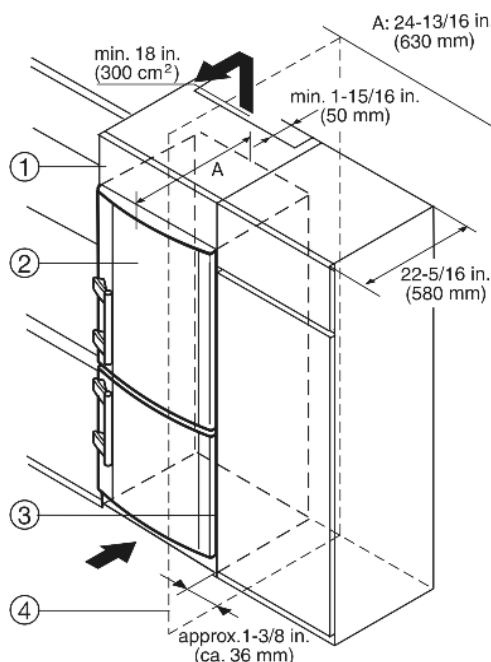

Fig. 20
(1) Armario superior
(2) Aparato
(3) Armario de cocina
(4) Pared
El aparato se puede rodear de muebles de cocina. Para adaptar el aparato Fig. 20 (2) a la altura del mueble de la cocina se puede colocar sobre el aparato un armario superior Fig. 20 (1) adecuado y acorde con el mobiliario.
Si la cocina posee armarios normalizados (profundidad máx. 22-27/32 " (580 mm)) el aparato se puede instalar directamente junto al armario de la cocina Fig. 20 (3). Desde el lateral, la puerta del aparato queda a 1-11/32 " (34 mm) de la parte frontal del armario de cocina, y desde el centro del aparato, a 1-31/32 " (50 mm). Por tanto, se puede abrir y cerrar sin problemas.
Si el aparato con las bisagras se instala junto a una pared Fig. 20 (4), la distancia entre el aparato y la pared debe ser de 1-13/32 " (36 mm) como mínimo. Esto equivale al saliente del tirador con la puerta abierta.